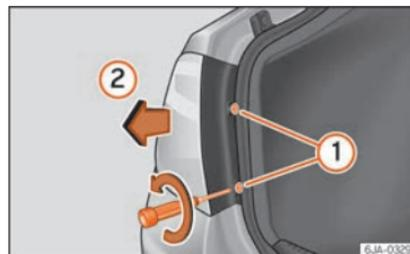

Fig. 98 Desmontar la unidad de luz trasera en la aleta.
»» **fig. 98 ①**, teniendo cuidado de no extraviarlos.
- Tire de la unidad de luz trasera hacia atrás (»» **fig. 98 ②**) hasta extraer el piloto de su alojamiento.